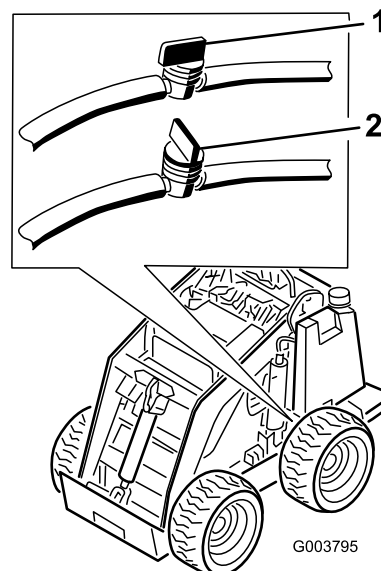

Figure 33
2. Fermez le robinet d'arrivée de carburant au bas du réservoir de carburant (Figure 33).
8. Ouvrez le robinet d'arrivée de carburant au bas du réservoir de carburant (Figure 33).
3. Fermez le robinet d'arrivée de carburant sur le flexible au bas du réservoir de carburant (Figure 33).
10. Ouvrez le robinet d'arrivée de carburant sur le flexible situé près du fond du réservoir de carburant, comme illustré à la Figure 33.